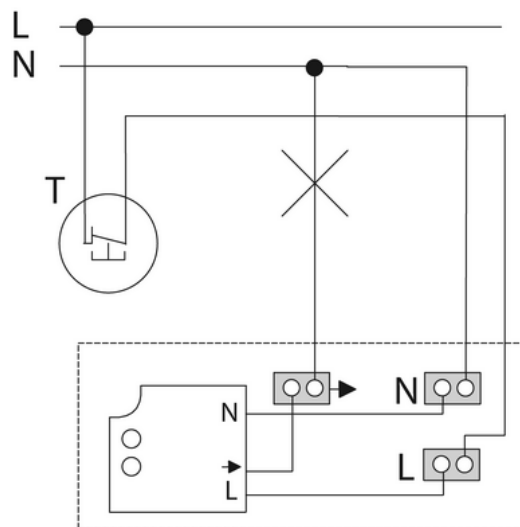

Bild 8: Anschlussplan Bewegungsmelder
- Bewegungsmelder und optionalen Installationstaster T, Öffner nach Anschlussplan (Bild 8) anschließen.